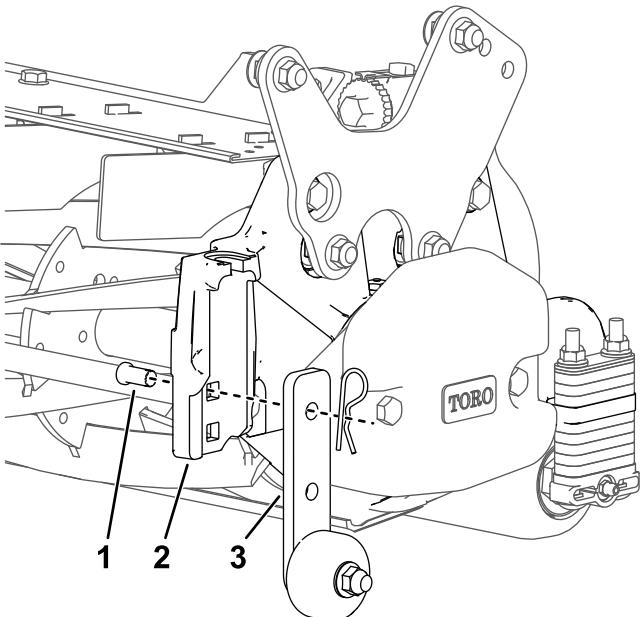

Figure 18
- Abaissez les supports des galets d'atelier avant d'abaisser l'unité de coupe au sol ou de la déposer du groupe de déplacement (Figure 18).